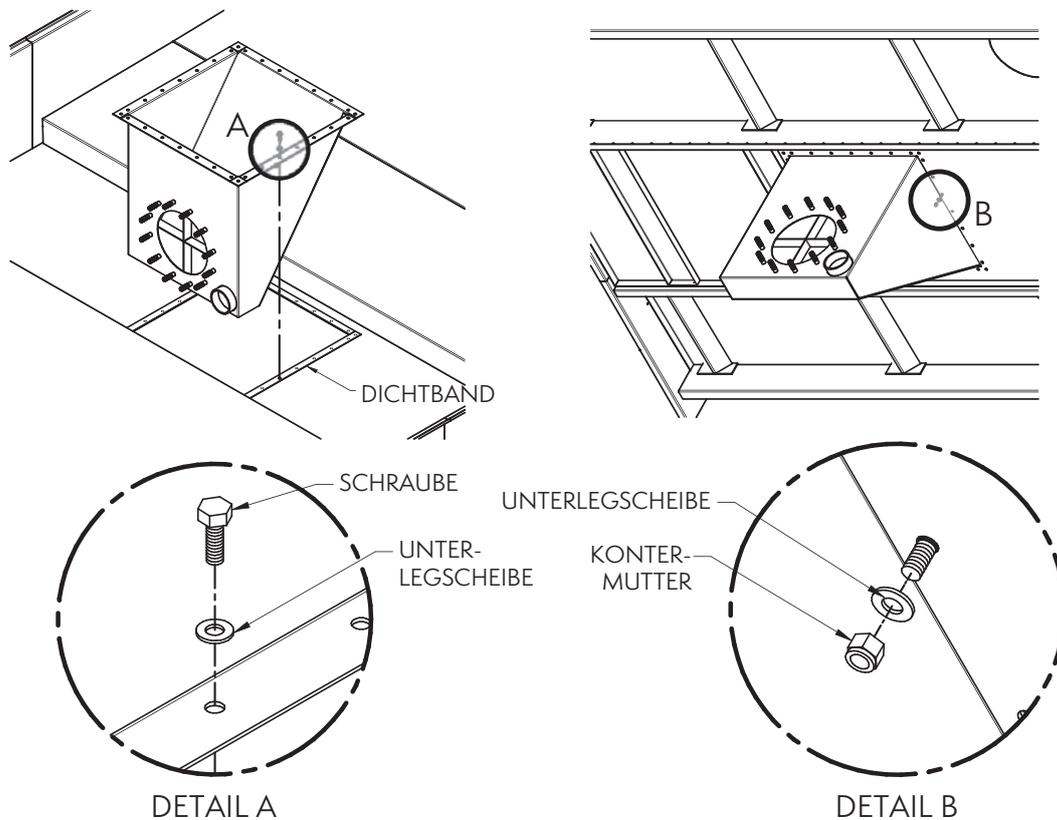

Abb. 4 – Installation eines Sinkkastens mit seitlichem Auslass
1. Suchen Sie die quadratische Öffnung im tiefsten Teil der Kühlturmwanne. Bringen Sie Dichtband über den Schraublöchern rund um die Öffnung an (wie in Abb. 4 dargestellt).